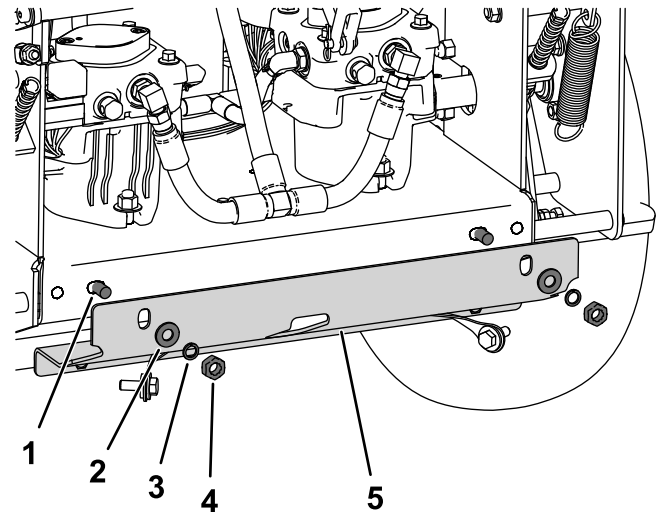

Figur 7
1. Montera de tre skyddslistsektionerna på skyddets främre kant för att förhindra vibrationer (Figur 7).
- A. Ta bort centrumbult, mutter och brickor från däckets centruminspänning (Figur 7).
- B. Montera skyddet på traktorenheten med 2 bultar (M8 x 25 mm), 4 brickor (M8–17) och 2 låsmuttrar (M8) i det nedre hålet på motorramen (Figur 7).
- C. Säkra skyddets framsida i däcket med centrumbulten, brickan och muttern du tog bort tidigare (Figur 7).